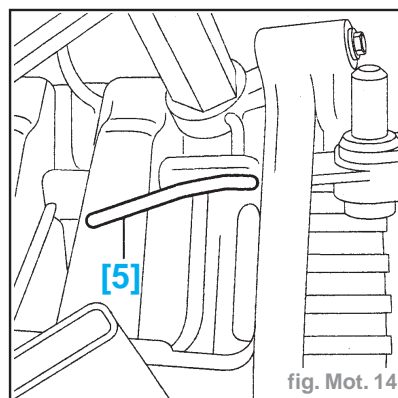

fig. Mot. 14
- Piger le volant moteur à l'aide de la pige (5) (réf. 0132 QZ) (fig. Mot. 14).